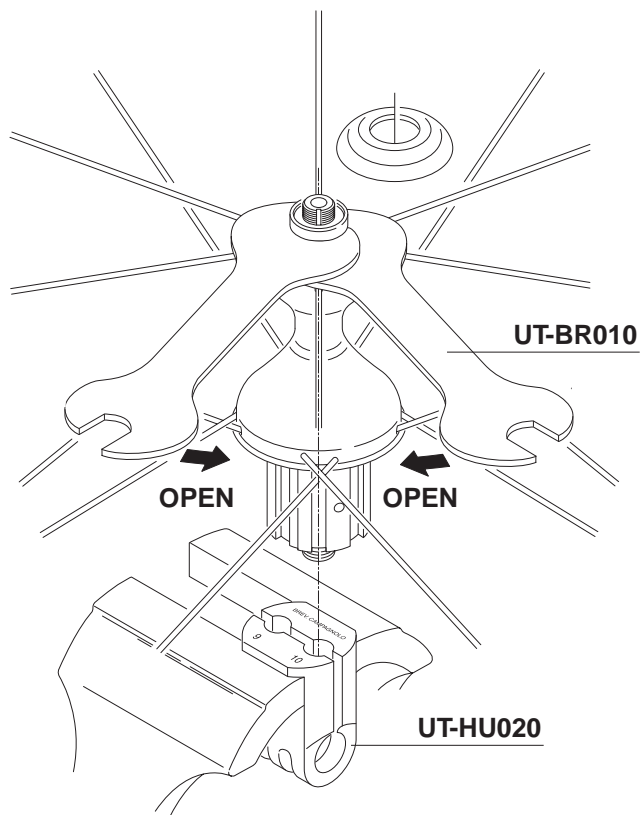

Fig.92
- Svitare il controcono sinistro (A) con la chiave per coni da 14 mm (UT-BR010), contrastando la rotazione del perno con una chiave per coni da 14 mm posta sul cono sinistro (C) come illustrato (Fig. 92) e rimuovete la rondella (B).
- Dévissez le contre-cône gauche (A) avec la clé à cônes de 14 mm (UT-BR010), en empêchant la rotation de l'axe avec une clé à cônes de 14 mm placée sur le cône gauche (C) comme illustré (Fig. 92) et enlevez la rondelle (B).
- Unscrew the LH counter-cone (A) using a 14 mm cone wrench (UT-BR010), countering the rotation of the axle with another 14 mm cone wrench fully inserted on the LH cone (C) as shown in figure 92 and remove the washer (B).
- Desenroscar el contracono izquierdo (A) con la llave de conos de 14 mm (UT-BR010), obstaculando la rotación del perno con otra llave para conos de 14 mm, puesta en el cono izquierdo (C) como se indica (Fig. 92) y quitar la arandela (B).
- Den linken Gegenkonus (A) mit einem 14 mm Konusschlüssel lockern und dabei einen zweiten 14 mm Konusschlüssel (UT-BR010) auf den linken Konus wie abgebildet (Abb. 92) ansetzen, um so der Rotation der Achse entgegenzuwirken. Dann die Zwischenscheibe abnehmen.
- Draai de linkerconus (A) los met behulp van een 14 mm conussleutel (UT-BR010), hou de as vast met een andere 14 conussleutel op de linkerconus, zoals staat aangegeven in fig. 92 en verwijder de ring.